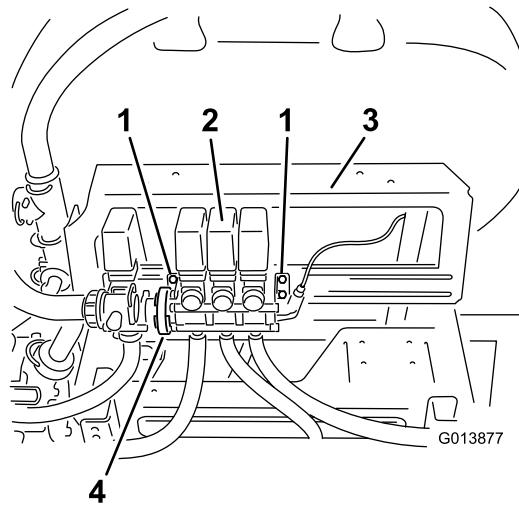

図4
1. ブームバルブ・アセンブリを取り付けブラケットに固定しているボルトをゆるめる外さないこ図4。
2. 掛拌バルブをブームバルブ・アセンブリに固定している既存のワームクランプをゆるめる図4。